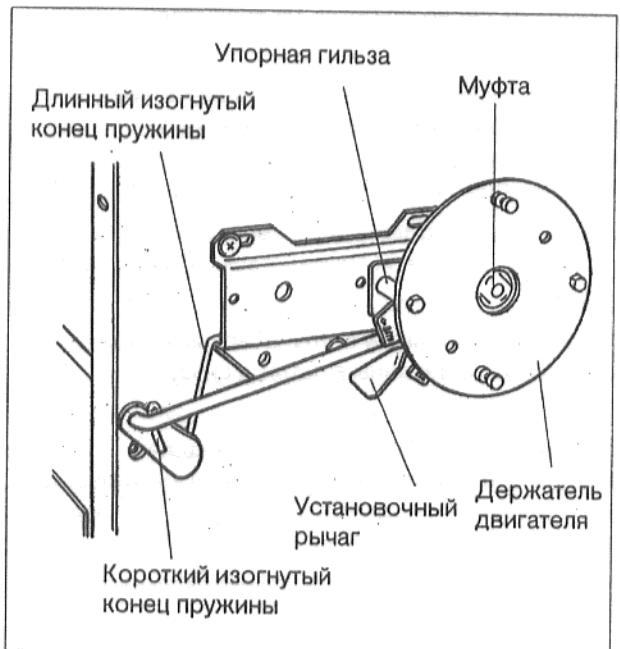
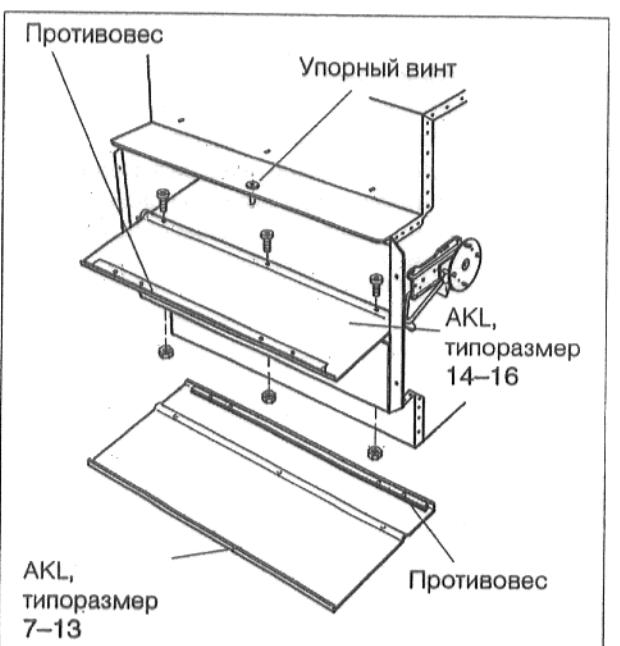

Рис. 5
Рис. 6
- Натянуть пружину, при этом длинный изогнутый конец пружины вставить в свободный конец консоли (рис. 5).
- Положить заслонку отходящего газа (AKL) на рычажный механизм между обеими промежуточными шайбами таким образом, чтобы противовесы находились на верхней стороне (рис. 6).
- Установить заслонку отходящего газа (AKL), как показано на рис. 6.
Консоль должна быть закреплена (в продольном отверстии, рис. 5) таким образом, чтобы при открытой заслонке отходящего газа (горизонтальное положение) установочный рычаг прилегал к упорной гильзе.
**Проверка функции** (без двигателя): с помощью установочного рычага (рис. 5) закрыть заслонку отходящего газа (установить в вертикальное положение до упорного винта (рис. 6)).
— При необходимости немного повернуть муфту в держателе двигателя (рис. 5) с помощью установочного рычага, чтобы иметь возможность вставить серводвигатель (рис. 8).